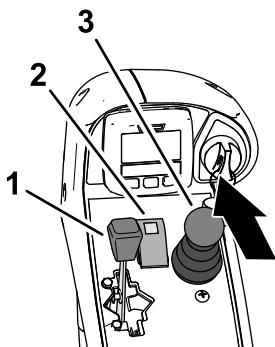

Figure 35
2. Vérifiez que la commande de PDF est à la position DÉSENGAGÉE (Figure 35).